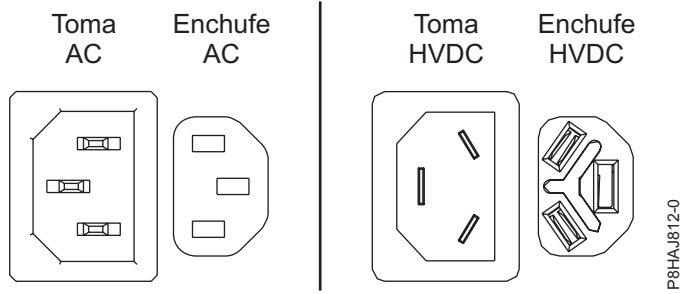
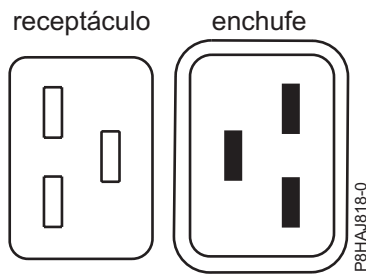
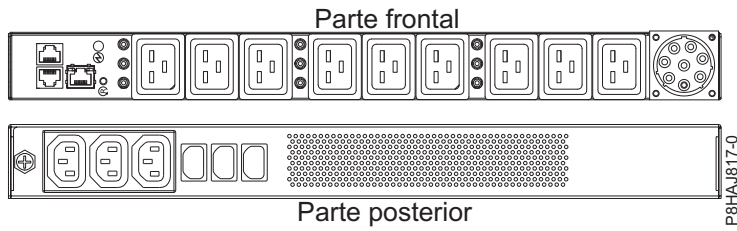

Figura 13. Conectores de CA y HVDC
Figura 14. Conectores para el sistema 8408-44E
Figura 15. PDU para el sistema 8408-44E
En Figura 13 en la página 39 se muestran los conectores admitidos de corriente alterna (CA) y de corriente directa de alto voltaje (HVDC). En Figura 14 en la página 39 y en Figura 15 en la página 39 se muestran los conectores admitidos y la unidad de distribución de alimentación (PDU) para 8408-44E.